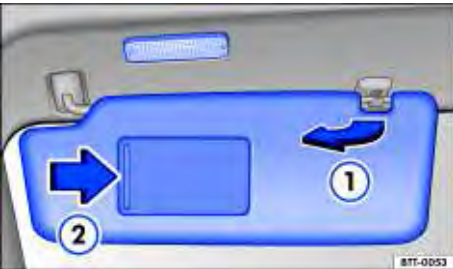

Fig. 67 Para-sol.
- Retirar do suporte e girar na direção das portas ⇒ Fig. 67 1.